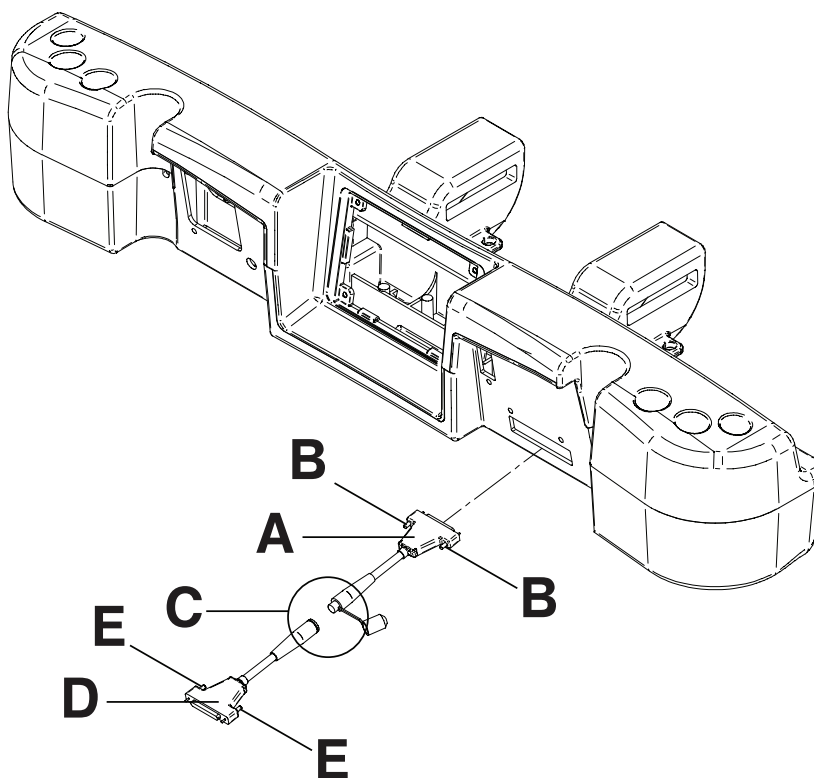

Figure 2-136 : Connexions du protecteur de mur
1. Insérer l'extrémité à broches du premier connecteur (A) dans le côté tête du produit (Figure 2-136 à la page 2-125).
2. Visser les raccords du connecteur (B) pour fixer le connecteur au produit (Figure 2-136 à la page 2-125).
3. Raccorder l'extrémité arrière du second connecteur dans l'extrémité arrière du premier connecteur (C) (Figure 2-136 à la page 2-125).
4. Insérer l'extrémité à broches du second connecteur (D) dans le mur (Figure 2-136 à la page 2-125).
5. Visser les raccords du connecteur (E) pour fixer le connecteur au mur (Figure 2-136 à la page 2-125).